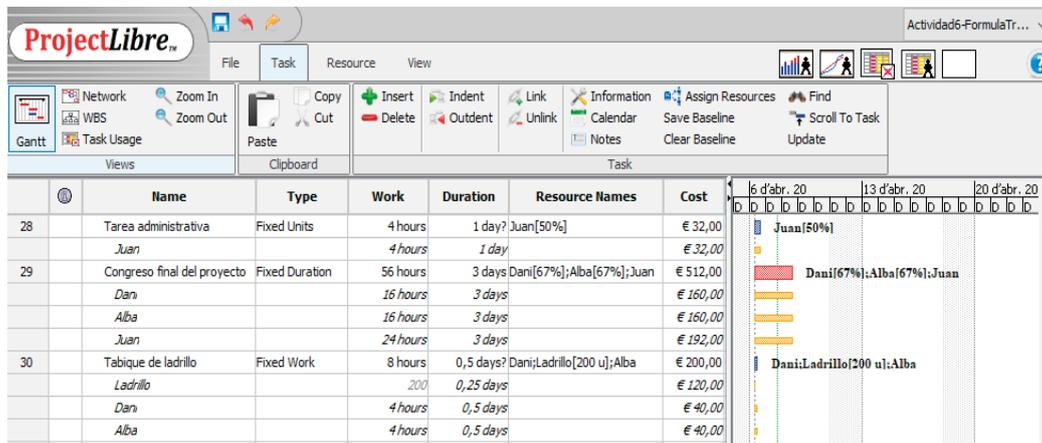

Figura 43. Visualización de asignaciones detalladas en el Gantt (*Show Assignments*)
3. *Show Assignments*. Desde el diálogo del botón derecho del ratón sobre el Gantt, se puede activar la opción *Show Assignments*, que mostrará un desglose detallado de los recursos asignados a cada tarea, tanto en la Tabla de tareas como en el Gantt, en este último con barras de color naranja. Este modo de visualización resulta muy útil durante la asignación de recursos, para ver en detalle las horas de trabajo, duración y coste asociados a cada uno de los recursos que intervienen en la tarea. Véase la figura 43.
ProjectLibre calcula automáticamente los costos asociados a cada tarea y al proyecto, en general. Para visualizar la información relativa a costos conviene insertar la *columna Cost* en la Tabla de tareas, tal y como se muestra en la figura 43. El campo coste es la suma de: